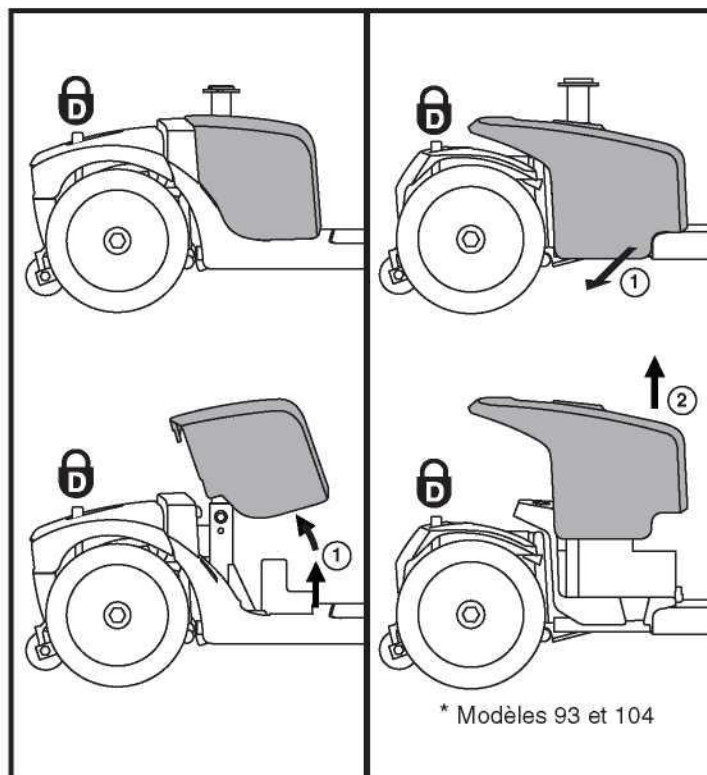

Figure 13. Retirer/Installer le protecteur de la batterie
1. Retirez le siège et le capot à batteries. Voir la figure 13.